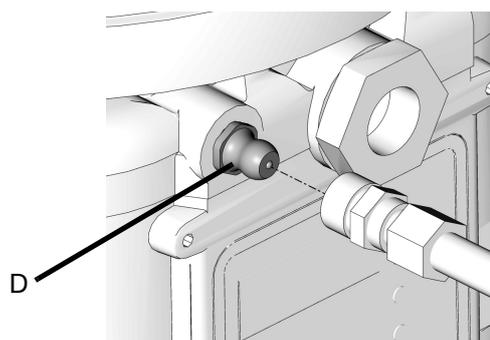

FIG. 14
- Toujours nettoyer le raccord d'entrée (D) (FIG. 14) avec un chiffon propre et sec avant de remplir le réservoir. La poussière et/ou des débris peuvent endommager la pompe et/ou le système de lubrification.